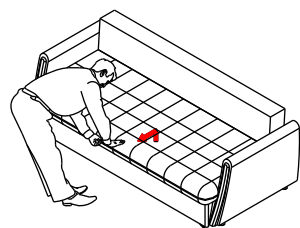

Рис. 4
- ☞ Возьмитесь за низ сиденья, приподнимите, и приложив усилие, переместите его вперед на себя до упора (рисунок 4).